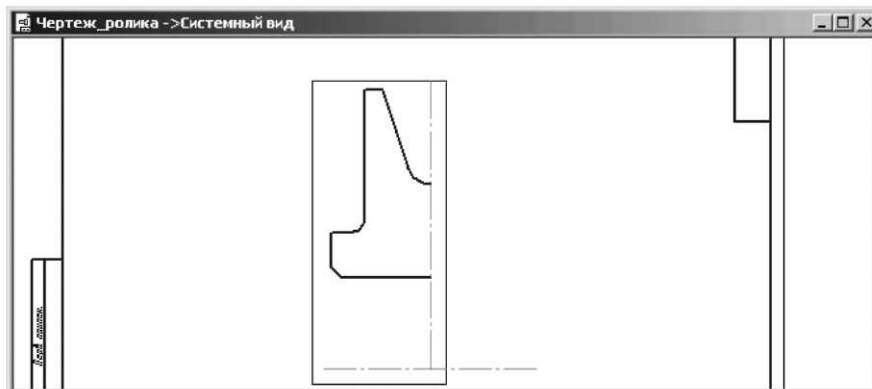

Рисунок 3.21 Рамка для виділення побудованого контуру й вертикальної осі
– клацніть мишею у верхній, лівій точці, а потім перемістіть покажчик миші в нижню праву точку рамки так, щоб рамка захопила повністю побудований контур і вертикальну вісь симетрії (рис. 3.21).